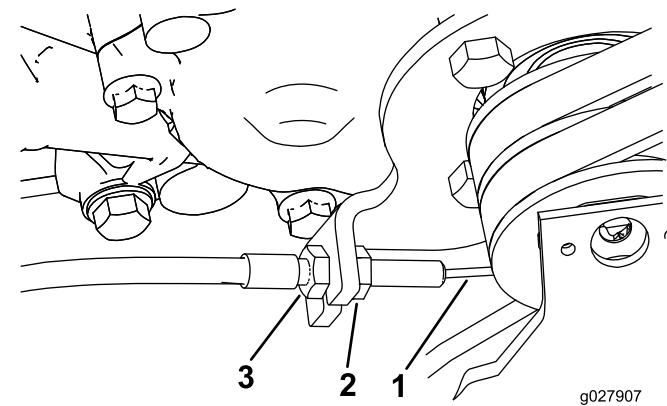

图43
- 3. 要增加拉线的张力，应拧松前拉线锁紧螺母并拧紧后拉线锁紧螺母（图43），直至达到接合牵引控制装置所需的 2.75~3.25kg 的作用力。